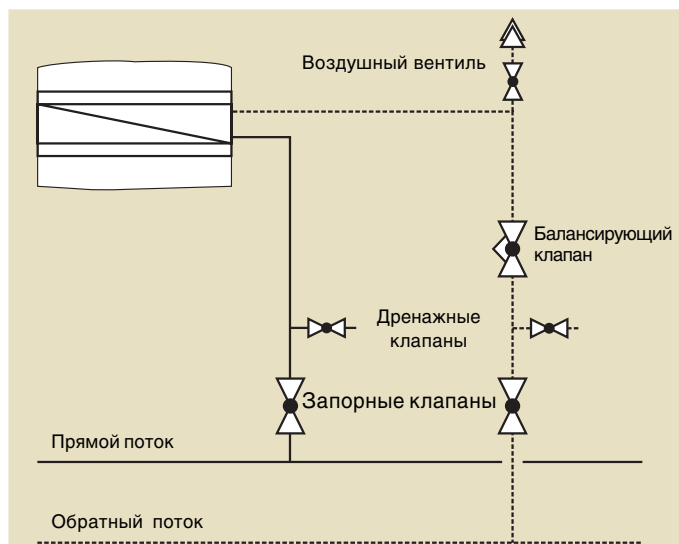

Рис. 21: Схема обвязки нагревательного теплообменника
- Подсоедините патрубки каждого теплообменника, как показано на Рис. 21. В зависимости от локальных условий рассмотрите необходимость использования компенсаторов для балансирования продольного расширения трубопроводов прямого и обратного потоков, а также гибких соединительных патрубков.